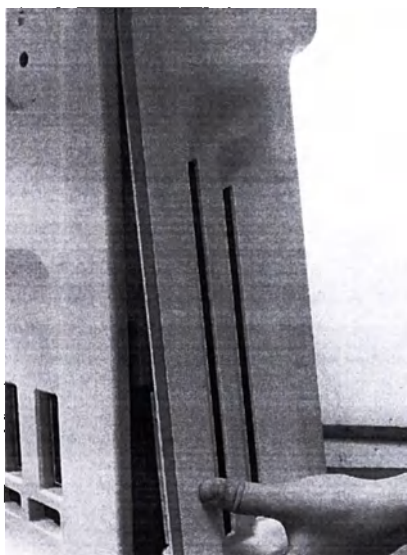

Рис. 12-3. Снятие правой панели корпуса системы
2. Снимите крышку, затем снимите правую панель корпуса системы. См. раздел Рис. 12-3 на стр. 12-26.